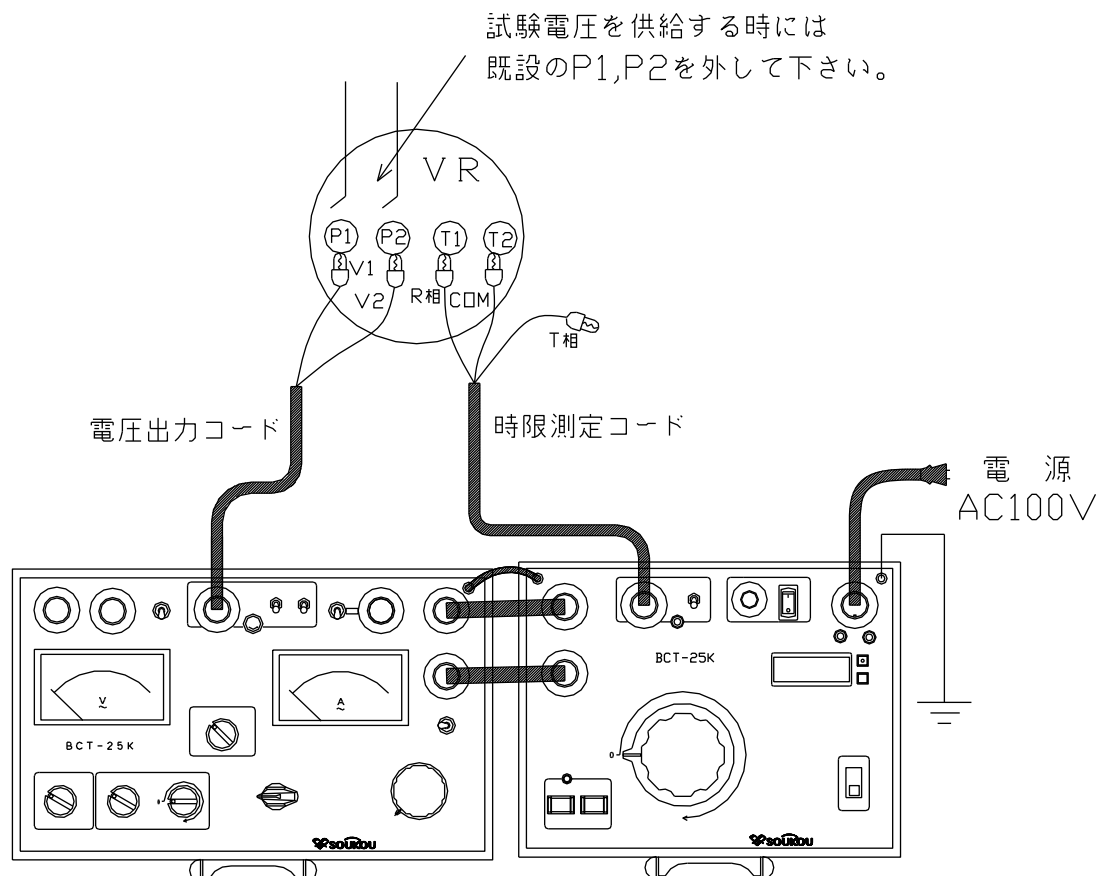

図19：試験回路図(停電状態)
4. 以上のような点を注意し、試験回路を構成します。(図19)